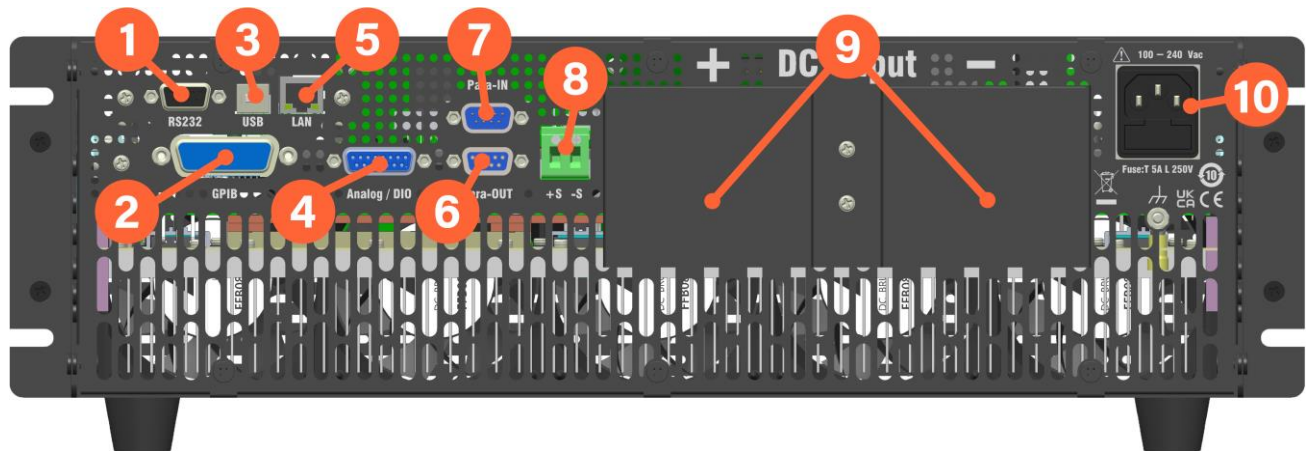

Figure 3.7 Aperçu de la face arrière
1. Localisez la boîte à fusible qui se trouve près de la prise d'alimentation à l'arrière de l'appareil. (Voir **figure 3.7**)